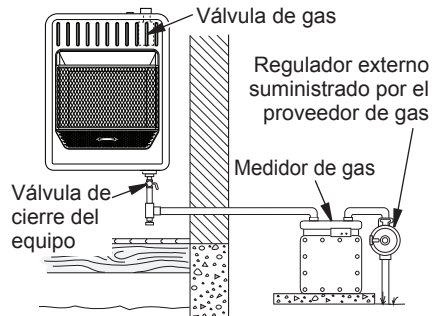

Figura 15 - Suministro de gas natural
3. Revise todas las uniones desde el medidor de gas, tanto para suministro de gas natural o propano, hasta la válvula de cierre del equipo (consulte la figura 15 o 16). Aplique en todas las uniones algún líquido de detección de fugas que no sea corrosivo. La formación de burbujas indicará una fuga.
4. Revise todas las uniones entre la válvula de cierre del equipo y válvula de control (consulte la figura 15 o 16). Aplique en todas las uniones algún líquido para detectar fugas que no sea corrosivo. La formación de burbujas indicará una fuga.